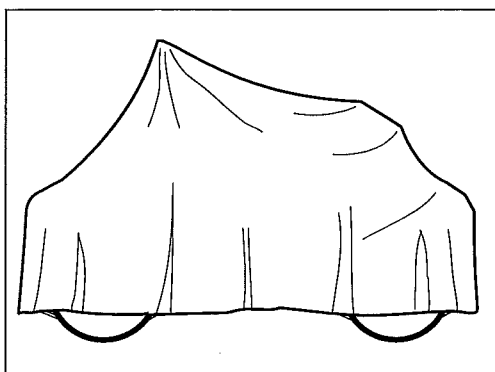

Fig. 40 Väderskyddad vält
- * Fäll över instrumentskyddsplåten på styrpelaren. Täck över hela välten med en pressening. OBS. presseningen måste sluta en bit över marken, (se fig. 40). Förvara om möjligt välten inomhus, och helst i lokal med jämn temperatur.